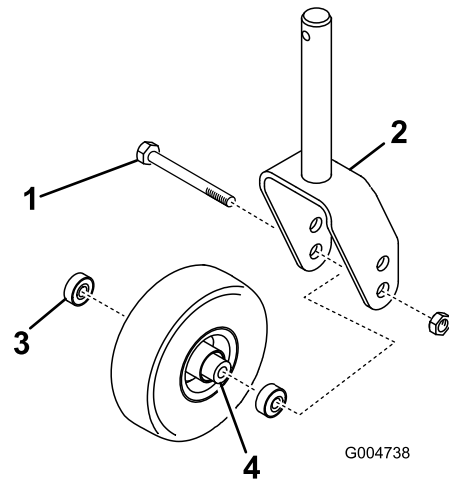

図 25
1. キャスタホイール・アセンブリをキャスタフォークの間に保持しているボルトのロックナット (図 25) を外す。キャスタホイールをつかんでおいて、ボルトをフォークまたはピボットアームから抜き取る。
2. ホイールのハブからベアリングを外して、ベアリングスペーサを床に落とす (図 25)。ホイールハブの反対側にあるベアリングを取る。